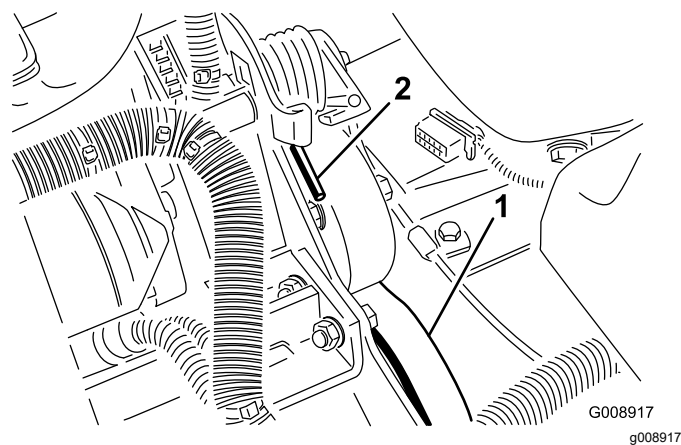

Рисунок 77
3. Нажмите вниз и вперед на конец пружины (Рисунок 77), чтобы вывести ее из зацепления с кронштейном и снять натяжение пружины.